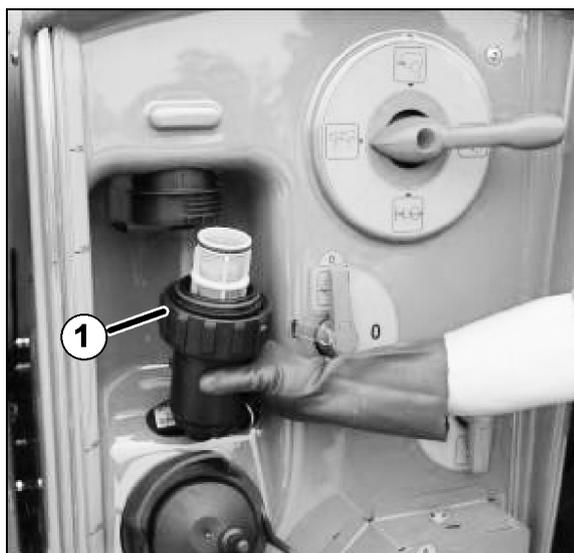

Рис. 125
2. Извлеките напорный фильтр (Рис. 125/1) и очистите его водой.